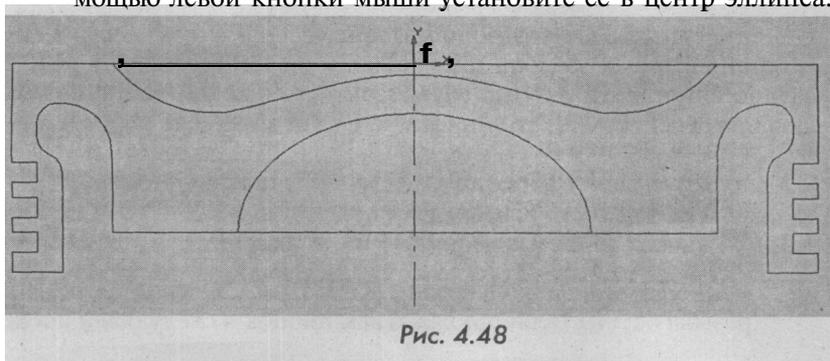

Рис. 4.48
7. Воспользуйтесь комбинацией клавиш **Ctrl+A**, затем в строке меню нажмите **Операция > Симметрия** и установите курсор в центр координат, а вторую точку оси симметрии - в центр эллипса. Левая половина головки поршня построена. Нажмите кнопку **Скругление**, на панели **Геометрические построения**, в окне **rad** введите значение радиуса $b0$ и выполните скругление центральной части головки поршня. Нажмите кнопку **Ш (Показать все)** (рис. 4.48).